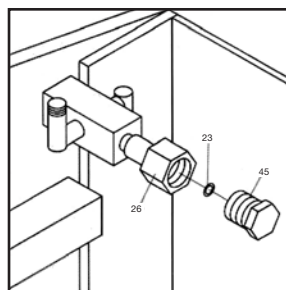

Figure 2
- Enlever la bougie du manomètre (45), insérer la bague de nylon (23) dans le raccord du manomètre (26) et fileter le manomètre (31) fermement. Vérifier la fermeté pour empêcher les fuites. (figure 2, 3)